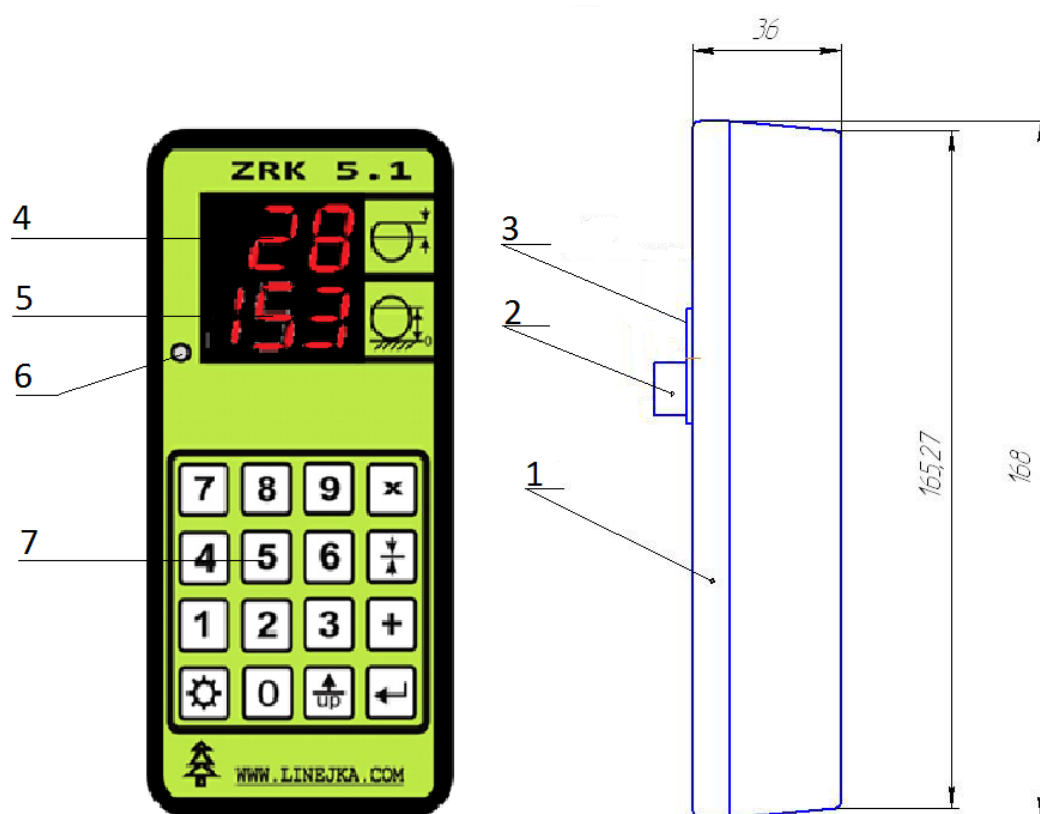

Рис. 1. внешний вид корпуса КПС «ZRK 5.1»
- корпуса КПС «ZRK 5.1» (рис.1); - специального датчика определения вертикального перемещения пилы.
На корпусе электронной линейки см. рис.1 есть два индикатора (поз.4,5), клавиатура (поз.7) и светодиод (поз.6).